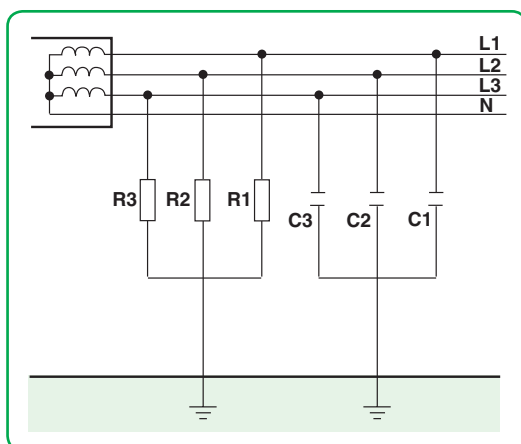

Fig. 2.7. Impedancia equivalente de una canalización eléctrica.
En funcionamiento normal (sin fallos de aislamiento), la red se conecta a tierra a través de la impedancia de fuga de la red (**fig. 2.7**). Para un cable trifásico, por ejemplo, esta impedancia se caracteriza por los siguientes valores típicos de capacidad (C) y resistencia (R) de aislamiento: